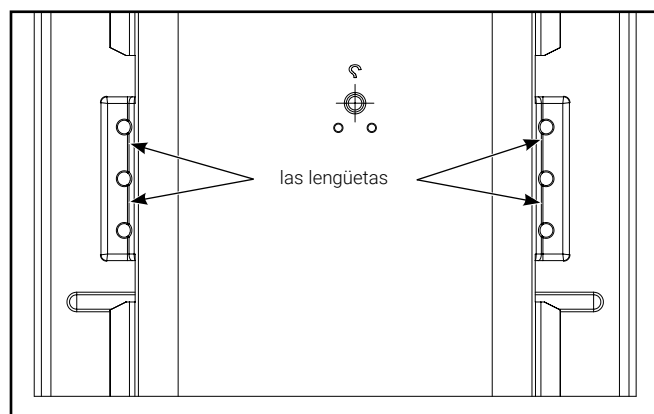

Figura 4.
3. Para quitar el cerramiento del conductor, presione hacia adentro en ambos lados del cerramiento para liberar las lengüetas de la cubierta. Repita esto para todas las lengüetas de montaje (Figura 4). El cerramiento del conductor está atado a la cubierta.